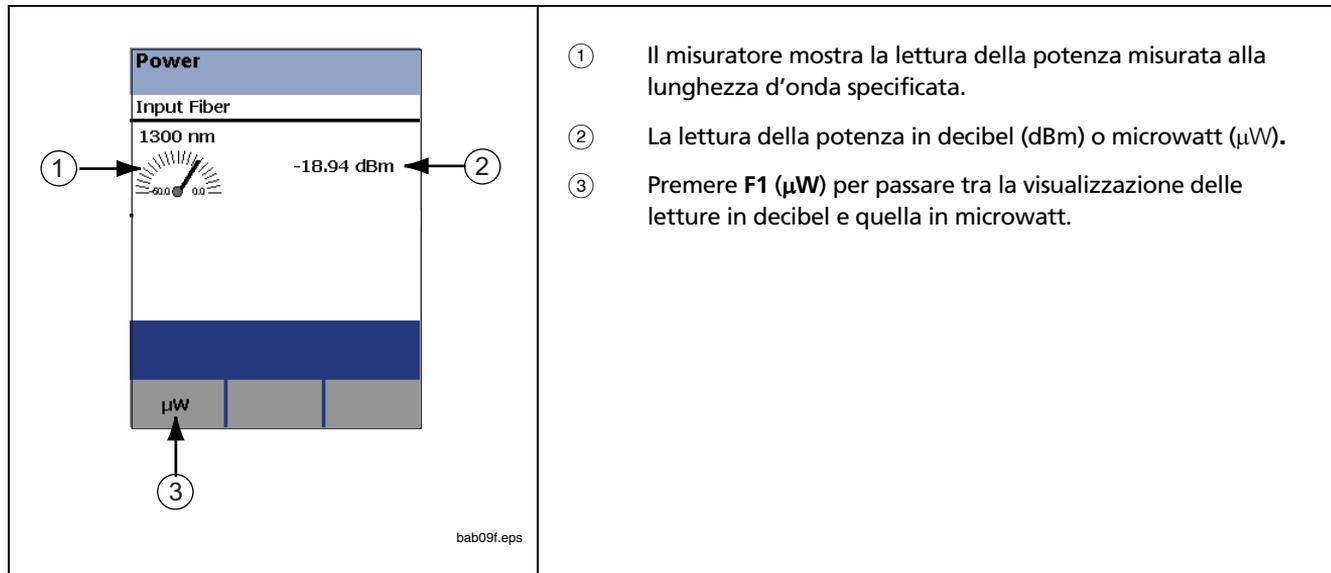

Figura 11. Misure Power Meter per la modalità TEST SINGOLO
- Se il test era stato eseguito in modalità **TEST SINGOLO**, si apre lo schermo **Power Meter** illustrato nella Figura 11.
Se la potenza è stata monitorata in modalità **TEST SINGOLO**, vengono visualizzate misure come quelle illustrate nella Figura 11.